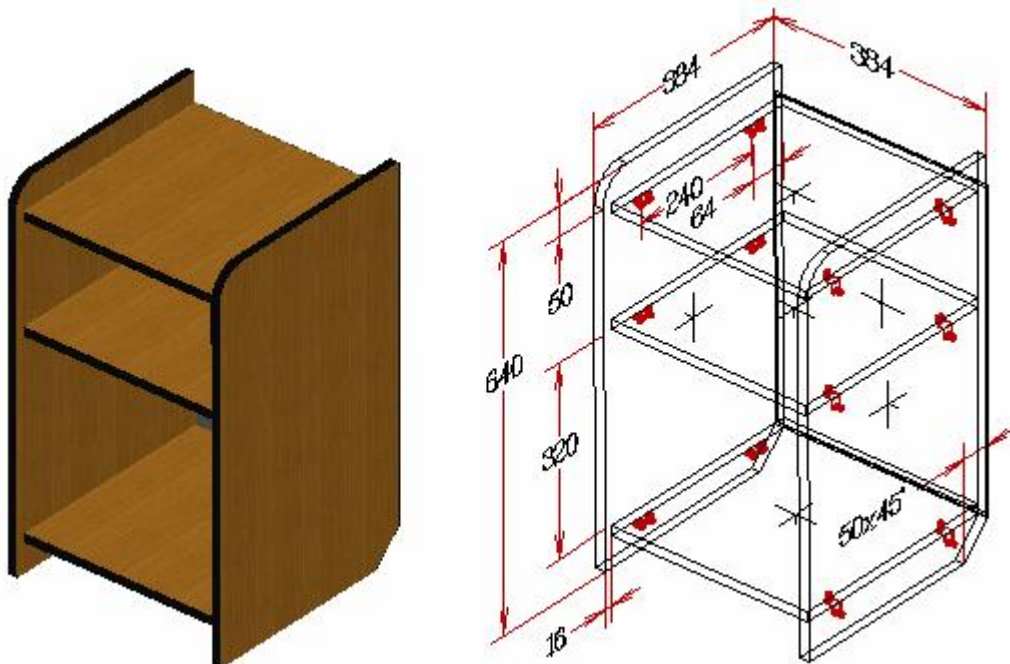

Рис. 84 Общий вид и размеры тумбы
**Упражнение 1.** Построить трехмерную модель простого изделия корпусной мебели – открытой напольной тумбы (рис. 84).